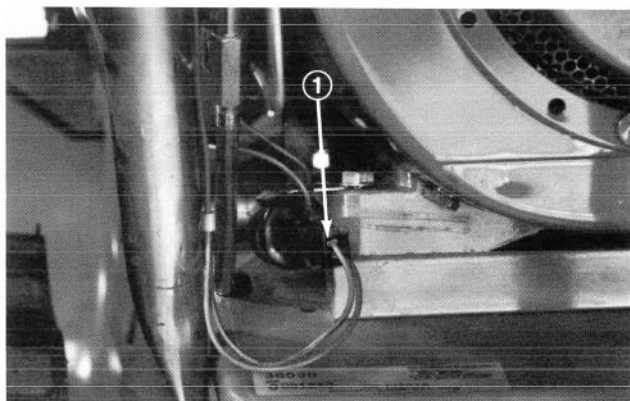

Fig. 18
1. Tilslut kablerne fra håndtaget stramt til motorens tilslutning (Fig. 18).